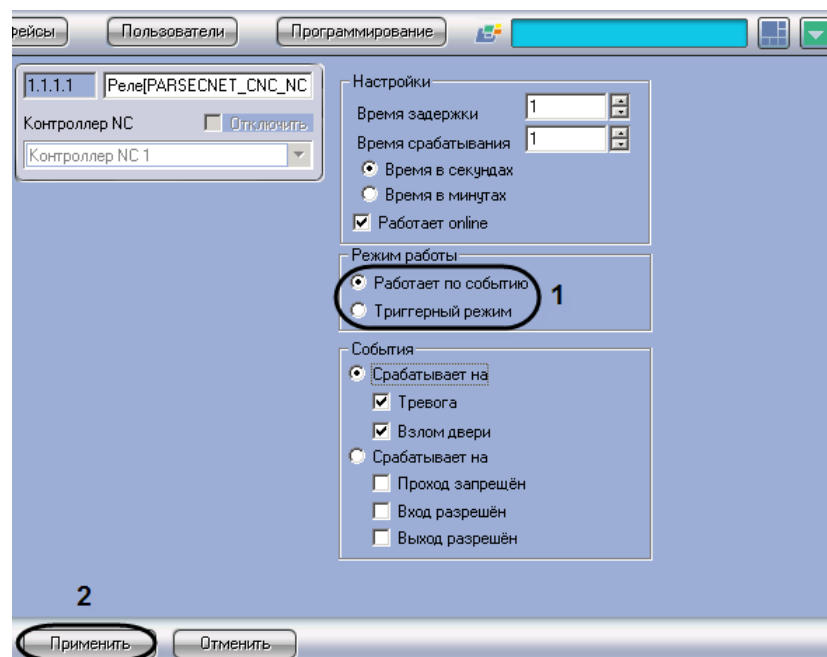

Рис. 3.4—17 Выбор режима работы дополнительного реле
1. Перейти на панель настроек объекта **Реле** (Рис. 3.4—17), соответствующего требуемому реле.
2. Установить переключатель в группе **Режим работы** (см. Рис. 3.4—17, 1) в положение, соответствующее требуемому режиму работы дополнительного реле: